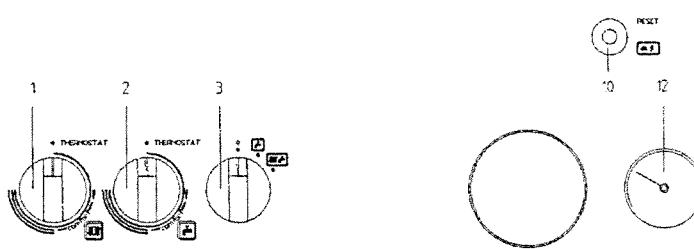

Figura 9
- aprire il rubinetto gas e ruotare la manopola (3) di figura 9 predisponendo la caldaia in posizione estate ();
- abrir el grifo gas y hacer girar el botón (3) de figura 9, predisponiendo la caldera en posición verano ();